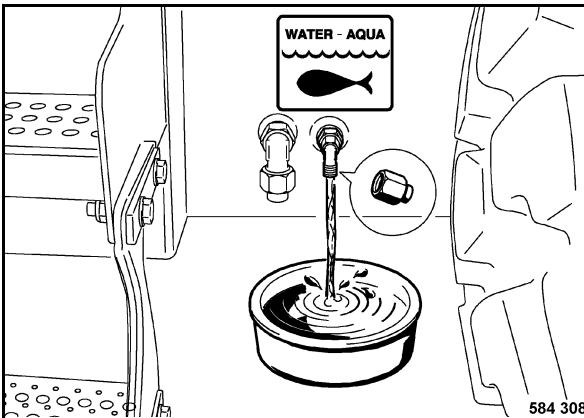

Fig. 179
- Desenroscar el tapón, dejar salir el medio refrigerante y recogerlo (Fig. 179).